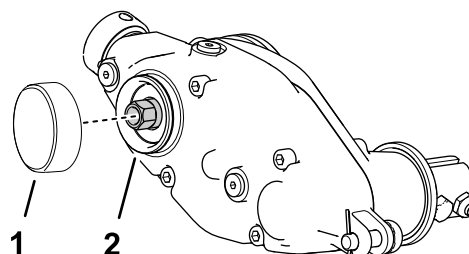

Figura 15
1. Aplique un fijador de piezas cilíndricas de resistencia media (por ejemplo, Loctite 609® verde) alrededor de la ranura del anillo de retención y la superficie del diámetro exterior (**Figura 15**).
2. Instale el tapón como se muestra en la **Figura 15**.